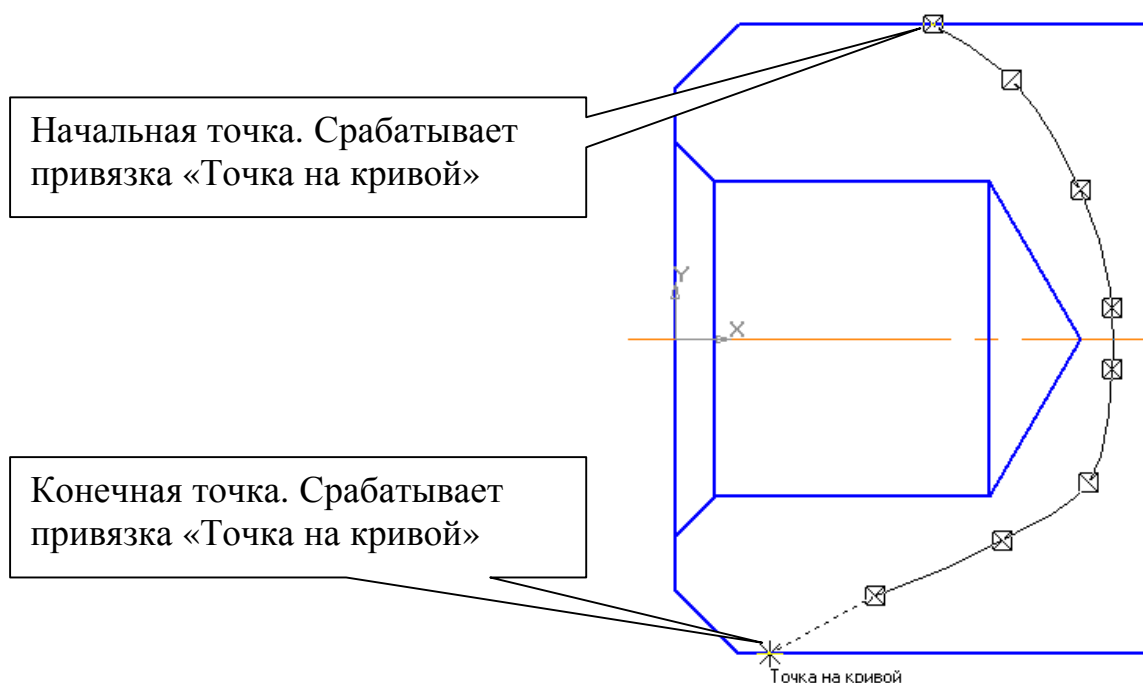

Рис. 40
7. Для выполнения волнистой линии, определяющей местный разрез, выполните команду **Кривая Безье**  на панели **Геометрия** , установите в **Глобальных привязках**  привязку «Точка на кривой», выберите стиль кривой «**Для линии обрыва**» и постройте волнистую линию, ограничивающую местный разрез, рис. 40. Нажмите **Создать объект** . Выполните штриховку командой **Штриховка**  на панели **Геометрия** .